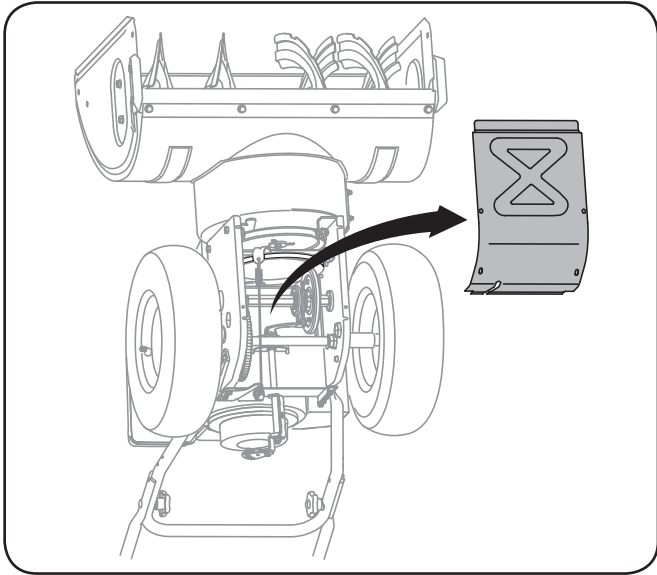

Fig. 7-4
6. Démontez le couvre-châssis du dessous de la souffluse en retirant les quatre vis auto-taradeuses qui le maintiennent en place. Voir la Fig. 7-4.